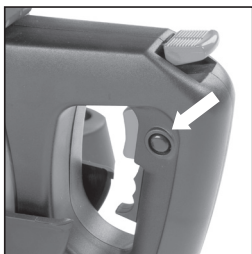

FIG. 23
- Appuyez sur le bouton de verrouillage à gâchette (**Fig. 23**) pour le fonctionnement continu du moteur.